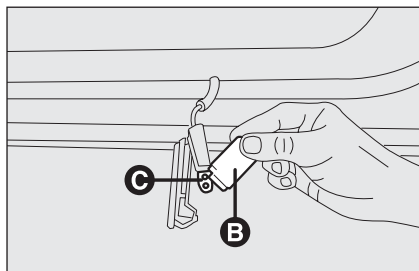

fig. 36
- appuyer latéralement sur l'écran de l'ampoule **B-fig. 36** en correspondance des deux pivots de fixation et le tourner;
- remplacer l'ampoule **C-fig. 36** insérée à pression;